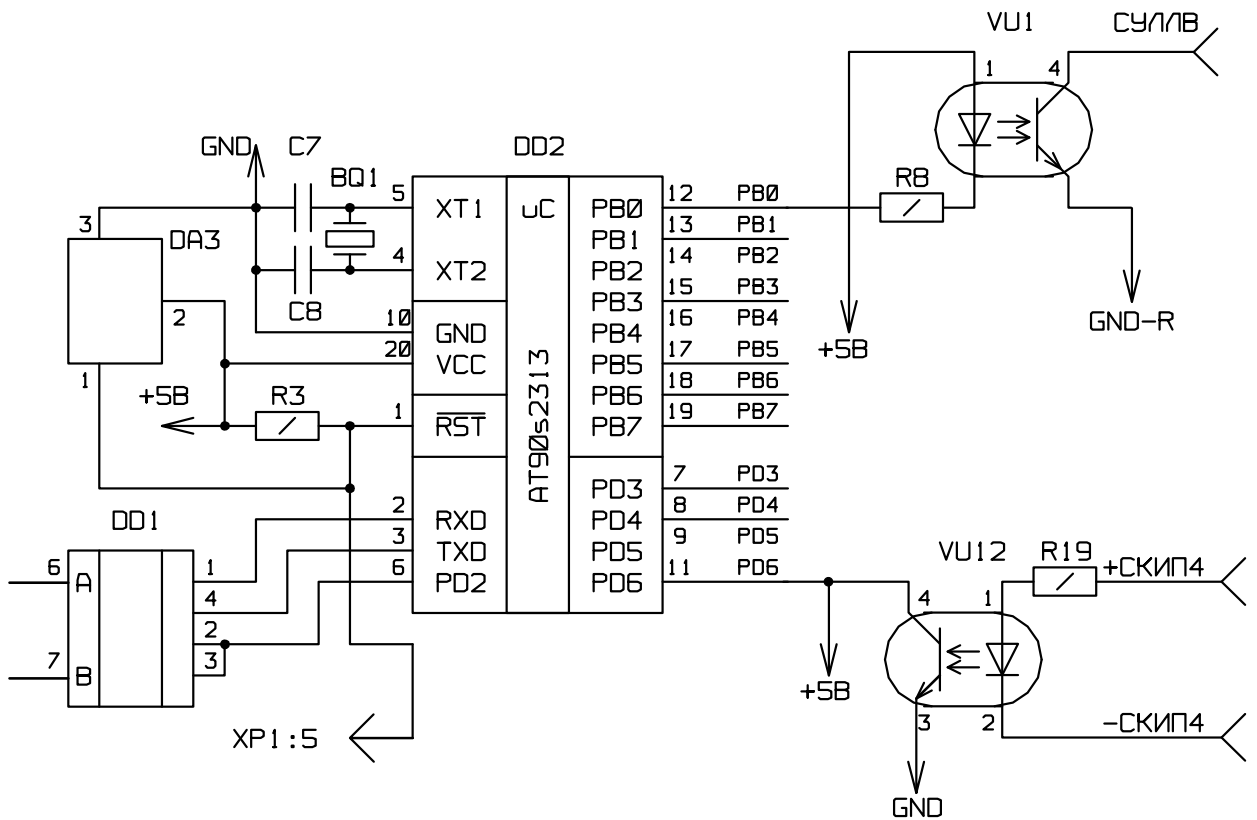

Рисунок 5.1 Микроконтроллер модуля МГР
4. Опираясь схему микроконтроллера модуля МГР (для упрощения лишь с двумя подключёнными к нему линиями; рисунок 5.1), ответьте, для ввода или вывода информации используются линии микроконтроллера PB0 и PD5?